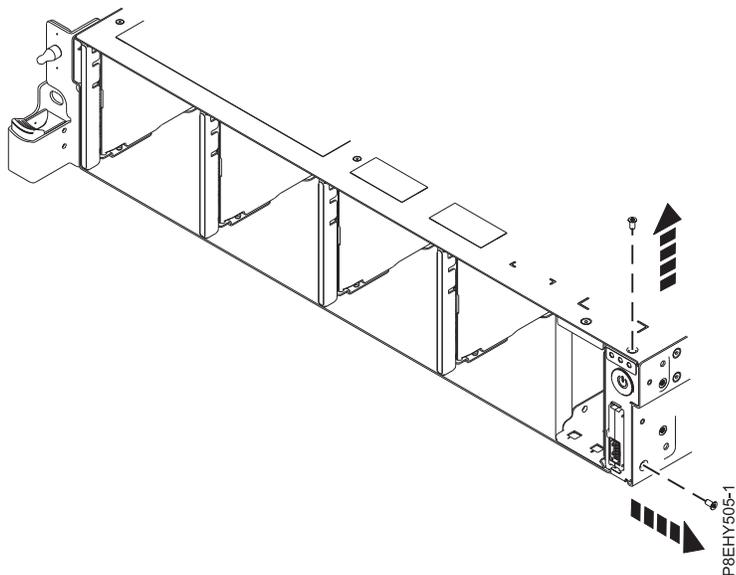

図 58. 上下のねじの取り外し
8. 電源スイッチから上下のねじを取り外します。 62 ページの図 58を参照してください。